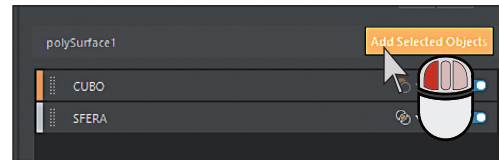

Figura C.68 Add selected objects.
- **ADD SELECTED OBJECTS:** previa selezione delle nuove superfici da inglobare, a prescindere che ciò avvenga tramite la work area oppure outliner, premere poi sul pulsante **Add Selected Objects** nel boolean stack (Fig. c.68).